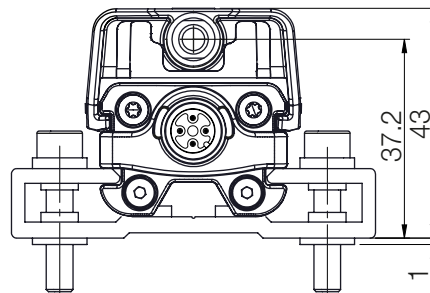
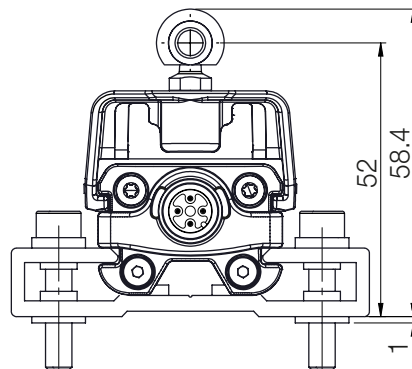
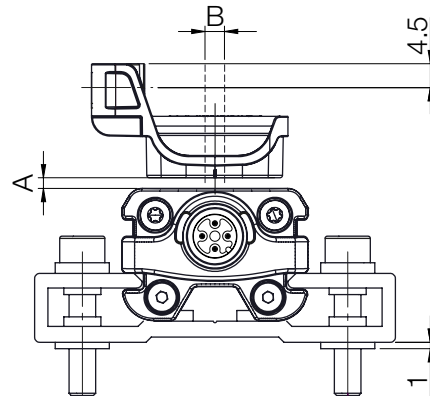
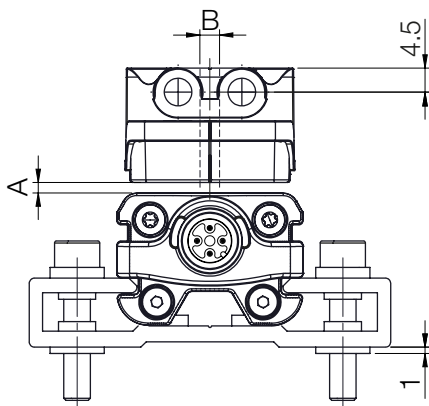

図 5-1: BAM TG-IR-037-A を使用した場合の寸法と距離
図 5-2: BAM TG-IR-037-B を使用した場合の寸法と距離
図 5-4: BAM TG-IR-036-B を使用した場合の寸法と距離
図 5-3: BAM TG-IR-036-A を使用した場合の寸法と距離
高速誘導型ポジショニングシステムは、浮動式、つまり非接触型ポインタ (図 5-3、図 5-4 を参照)、ガイド付きポインタ (図 5-1、図 5-2 を参照) のどちらにも対応しています。
- ポイントと BIR との間の距離 A、および中央オフセット B (図 5-3、図 5-4 を参照) は以下になるようにしてください。